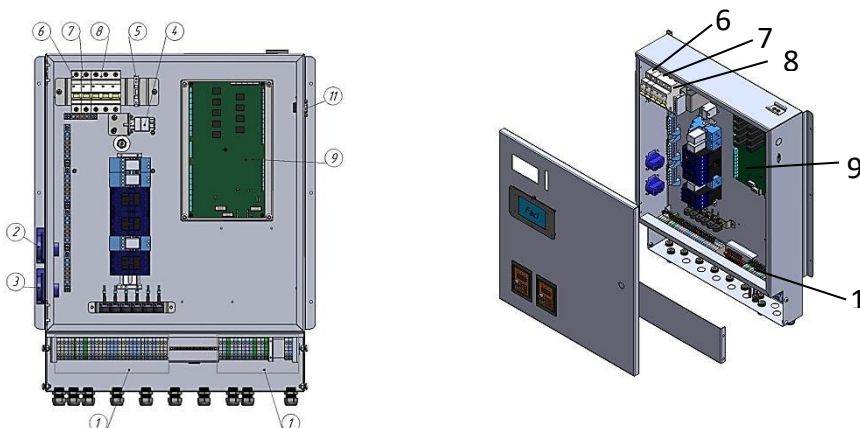

РИС. 24
- 1) Выставляем корпус котла на ровную, очищенную от мусора поверхность, учитывая расстояния от препятствий при монтаже (см. рис. 24).